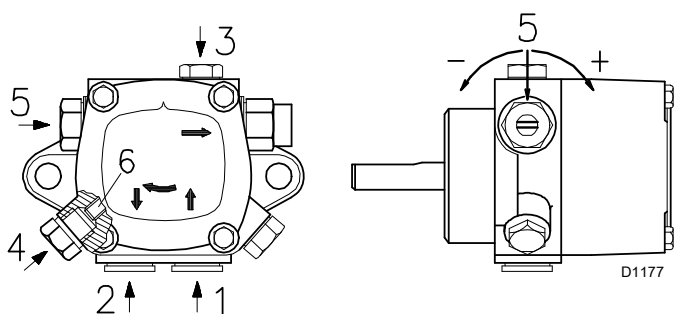

图 25
图例 (图 25)
- 启动自吸功能时，松开油泵 (图 25) 上的螺丝 3) (图 25)，排出进油管路中的空气。
- 当有轻油从螺丝 3) (图 25) 处流出时，可认为油泵已启动。将燃烧器停机：将开关 1) (图 26) 设定在“停机 (OFF)”处并拧紧螺丝 3) (图 25)。